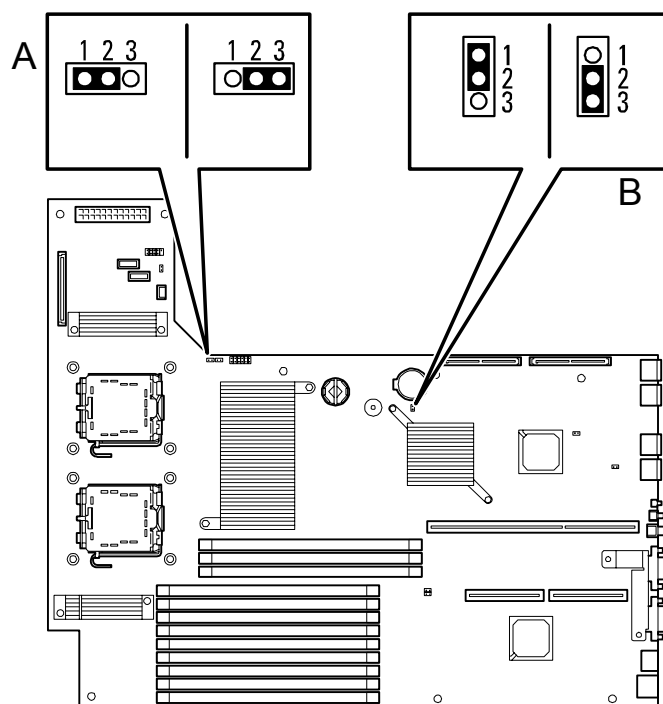

Figure 35: Cavaliers d'effacement de la CMOS et de suppression du mot de passe
3. Repérez l'emplacement des cavaliers sur la carte mère (consultez la Figure 35: page 104).